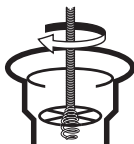

Figura 2
- Pase el cable por la cruceta (Figura 2).